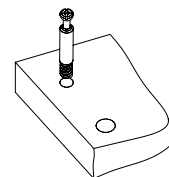

Рис.1
1. Вкрутить шпильки минификс в соответствующие плоскостные отверстия деталей 1, 2. Вставьте головки минификс и шканты в деталь 5, забейте полкодержатели в детали 1, 2 (Рис. 1, 2).